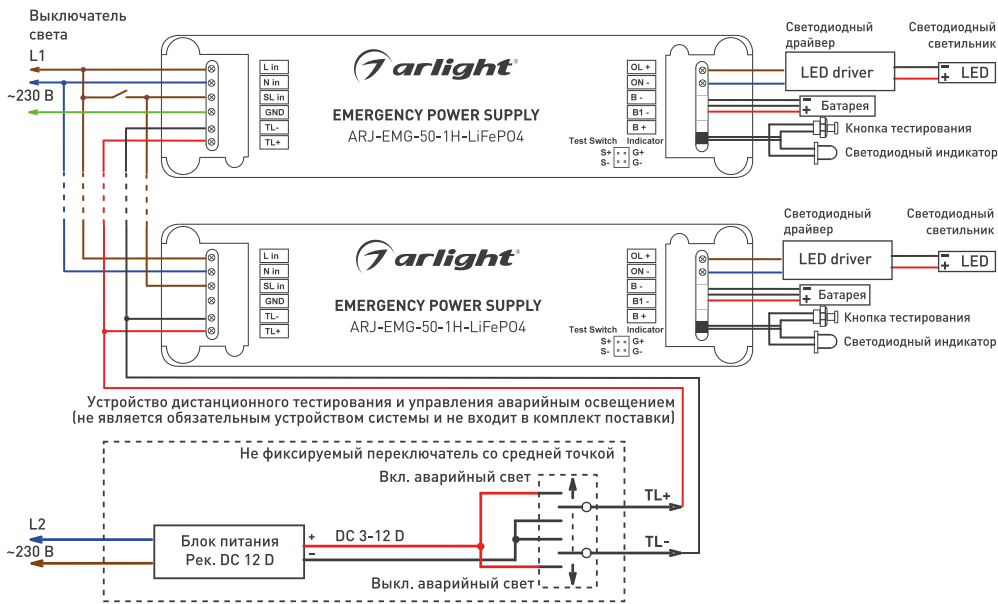

Рисунок 1. Стандартная схема подключения
- 3.4. Подключите провода, постоянно подключенные к сети: **L (фаза)** — коричневый провод, **N (ноль)** — синий провод. Смотрите рисунок 1.
Подключите провод, постоянно подключенный к сети: **L (фаза)** — коричневый провод через **Выключатель света** ко входу **Slin** источника питания. Смотрите рисунок 1.
Подключите входные провода источника питания светильника «Светодиодный драйвер» **N (ноль)**, **L (фаза)** — коричневый провод. Смотрите рисунок 1.